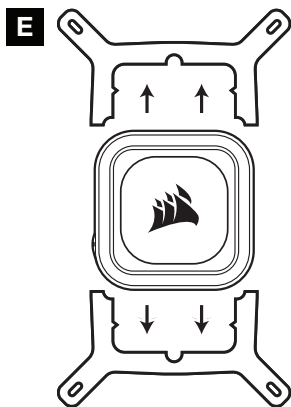

Abbildung 1
- > Entfernen Sie die integrierte Intel-Halteklammer (Abbildung 1).